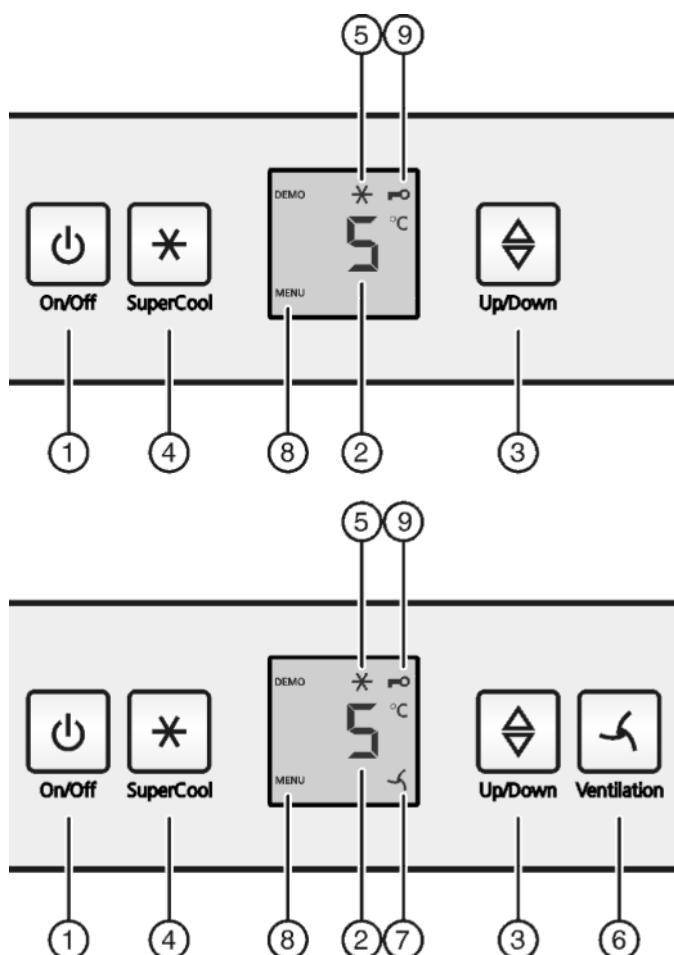

Fig. 2
- Натисніть клавішу On/Off. Fig. 2 (1).
- натисніть кнопку «SuperCool» Fig. 2 (4) і утримуйте її приблизно 5 секунд.
- На індикаторі відображається символ «Меню» Fig. 2 (8).
- Для підтвердження натисніть і відпустіть кнопку «SuperCool» Fig. 2 (4).
- На індикаторі світиться символ «Захист» Fig. 2 (9).
- Натисніть і відпустіть клавішу «On/Off». Fig. 2 (1).
- Виклик функції регулювання температури: натисніть кнопку настройки Fig. 2 (3).
- Зміна значення температури на 1 °C: натискайте кнопку настройки Fig. 2 (3), доки на індикаторі температури не висвітиться потрібна температура.
- натисніть і швидко відпустіть клавішу SuperCool Fig. 2 (4).
- Світиться символ SuperCool Fig. 2 (5).
- Вимикається символ SuperCool Fig. 2 (5).
- Натисніть і швидко відпустіть клавішу "Вентилятор" Fig. 2 (6).
- Світиться символ "Вентилятор" Fig. 2 (7).
- Гасне символ "Вентилятор" Fig. 2 (7).